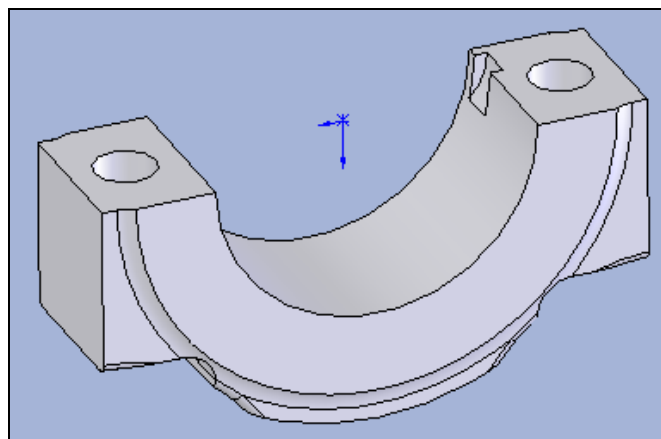

Рис. 6.8. Модель крышки
9. Загрузите или постройте модель крышки кривошипной головки шатуна (рис. 6.8).